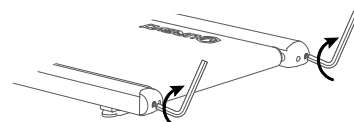

Figure 3
2. À l'aide de l'outil hexagonal, tournez les deux vis du rouleau de renvoi dans le sens des aiguilles d'une montre de 1/2 tour (voir figure 3).